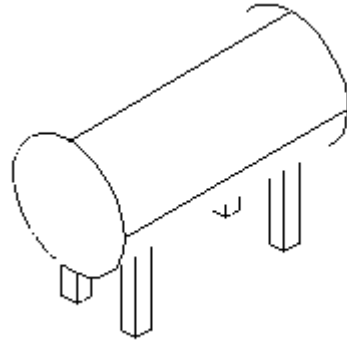

Fig. 13
- Oculto (*Hidden*): Muestra los objetos utilizando una representación similar a la del modelo de alambre 3D, pero oculta las líneas que representan las caras no visibles (ver Fig. 13).